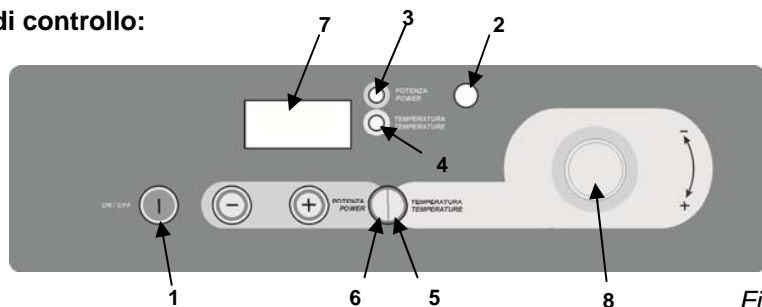

Fig.n.1
5. Selezionare la modalità desiderata "Potenza o Temperatura" (*Fig.n.1 – rif.6-5*). A seconda della selezione si accenderà la luce spia corrispondente a lato del display (*Fig.n.1 – rif. 3-4*).